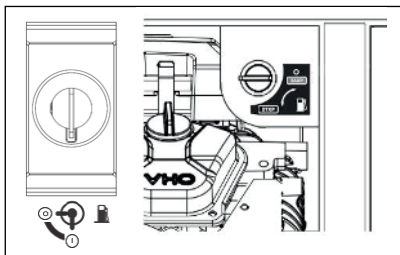

Рис. 10
- Поверните топливный кран в положение «Открыто» (Рис. 10).